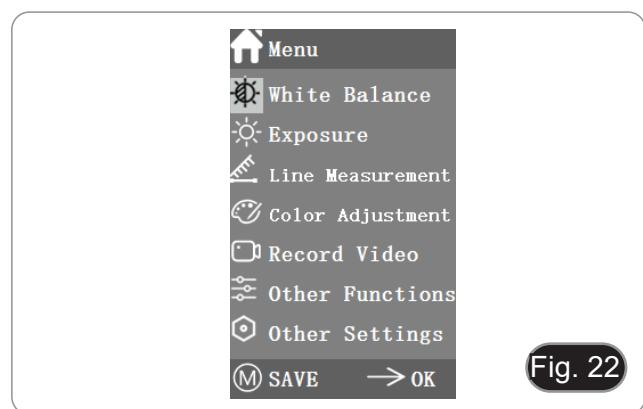

Fig. 22
2. Die Position des aktuellen Cursors (d. h. die Position des hervorgehobenen Symbols) ist die Option der Weißabgleichsfunktion. (Fig. 22)